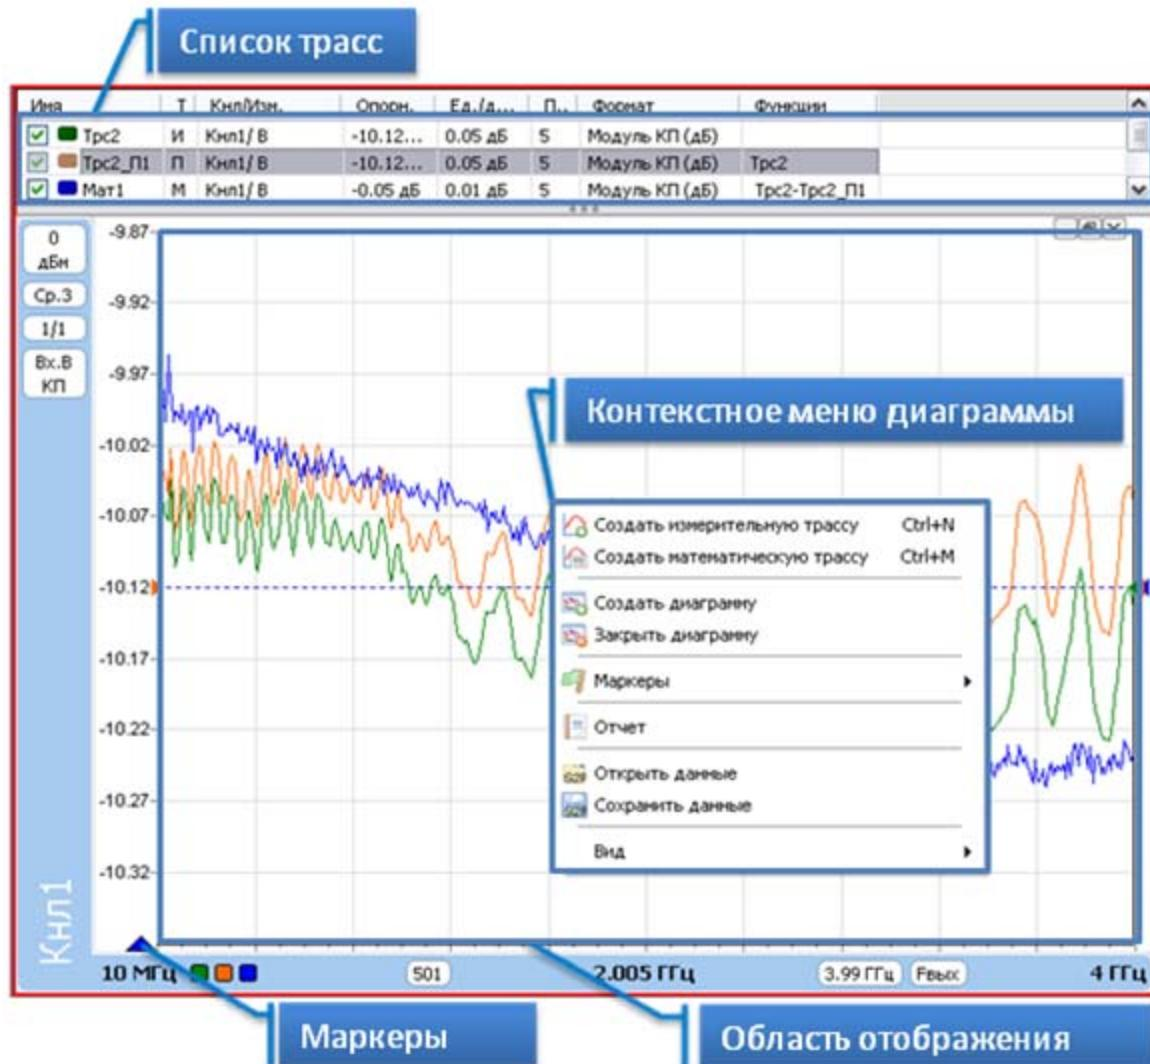

Рисунок 3.11 – Диаграмма
Список трасс (рисунок 3.11) предназначен для отображения текущих параметров трассы и обеспечивает быстрый доступ к ее настройкам.
**Чтобы создать измерительную трассу,** следует в контекстном меню области отображения трасс (рисунок 3.11) (или через пункт «Трасса» главного меню) выбрать соответствующий пункт или нажать комбинацию клавиш «*Ctrl+N*». Затем в меню созданной трассы задать необходимые параметры.
Список трасс автоматически расширяется при добавлении новой трассы. Можно немного сократить занимаемую списком площадь экрана, скрыв заголовки столбцов, очистив флажок «Вид \ Заголовки столбцов» в контекстном меню области отображения трасс (рисунок 3.11), или нажав клавишу «F12».
Способ отображения горизонтальной шкалы зависит от состояния флажка «Вид \ Подпись нижней оси» контекстного меню диаграммы (рисунок 3.11). При установленном флагке шкала приобретает обычный вид – с численными значениями под линиями координатной сетки. При этом значения соответствуют только выделенной трассе. Состояние флагка изменяется щелчком «мыши» или клавишей «F9».